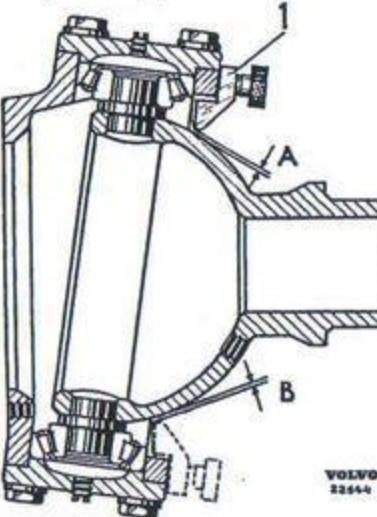

Bild 111. Centrering av spindelhållare.
- Kontrollera spindelhållarens centrering med mäldon enligt bild 111. År skillnaden mellan mätet "A" och "B" större än 0,10 mm ändras spindelhållarens läge med hjälp av jusfermellanläggen. Mätet "B" bör vara störst.